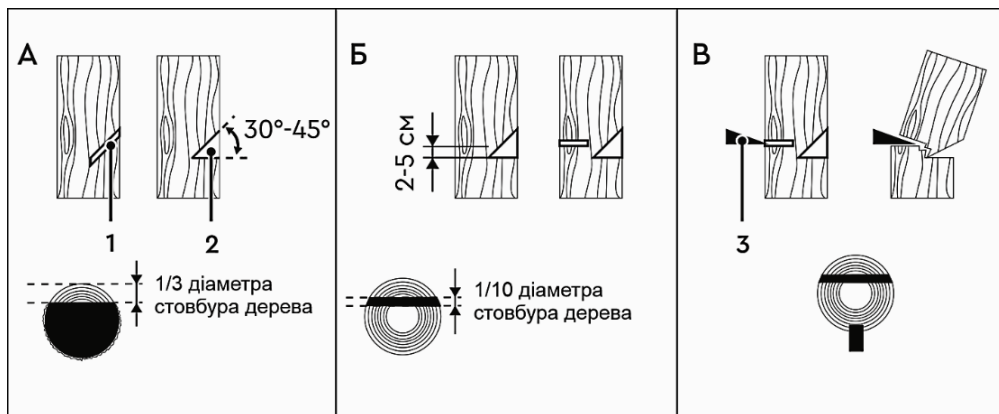

Рисунок 9
4.7.4 Виконання пропилів (рисунок 9)
Увімкніть бензопилу. Почніть пилити дерево з того боку куди воно має впасти (1, рисунок 9-А). Зробіть клиноподібний пропили (2, рисунок 9-А) під кутом 30-45°, глибина якого приблизно дорівнює 1/3 від товщини стовбура.
Валочний розпил (рисунок 9-Б) зробить із протилежного боку від клиноподібного пропилу, помістивши зубчастий упор бензопили на стовбур на 2-5 см вище нижнього краю клиноподібного пропилу. Завершіть пиляння тоді, коли до внутрішнього краю клиноподібного пропилу залишиться близько 1/10 діаметра стовбура. Коли робите валочний розпил, не намагайтеся пропиляти стовбур наскрізь до клиноподібного пропилу.
Частина стовбура, яка залишилася не пропиляною, буде направляти його в необхідний бік. Коли дерево почне падати, зупиніть роботу бензопили та негайно відійдіть у безпечну зону. Якщо дерево не почало падати, необхідно забити клин (3, рисунок 9-В), після чого дерево почне падати в бік клиноподібного пропилу.